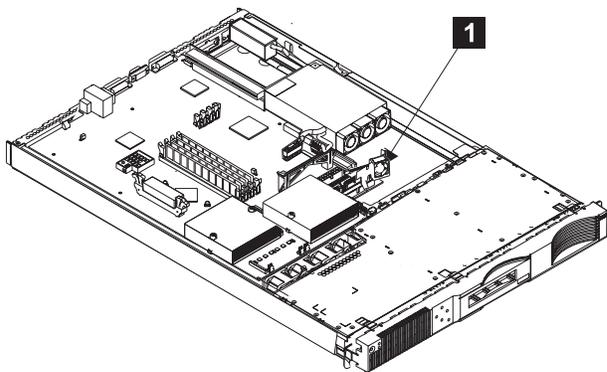

图 98. 卸下磁盘驱动器风扇
4. 请参阅第 172 页的图 98。
6. 请参阅图 98。通过将磁盘驱动器风扇的右边向前滑动，卸下整个风扇组合件¹。然后，将组合件从夹子中拉出。